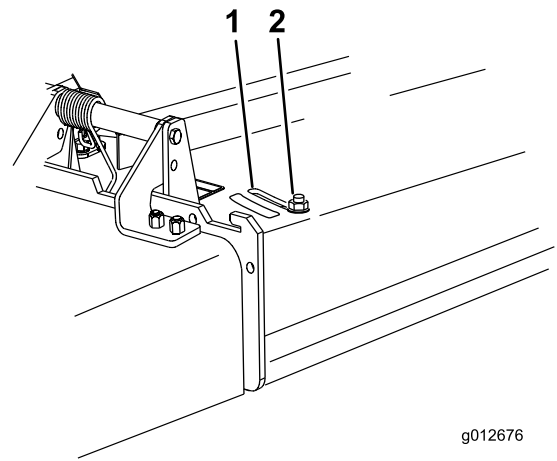

Figura 29
3. Per regolare il deflettore, allentare il dado (Figura 29).